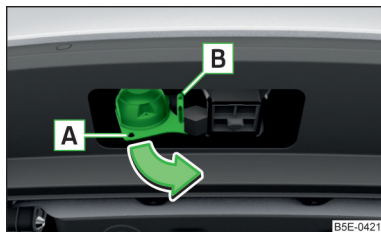

Fig. 186
- Apucați priza cu 13 pini în zona **A** și rabatați-o în afară, în sensul săgeții » fig. 186.
- Introduceți fișa remorcii (accesoriilor) în priza cu 13 pini **A** » fig. 186. (În cazul în care remorca/accesoriile dispun de o fișă cu 7 pini, puteți folosi un adaptor corespunzător, din gama de accesorii originale ŠKODA).